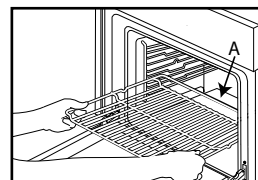

Fig. 1
1. Вставьте решетку горизонтально, располагая ее выступом "А" вверх (Рис. 1).